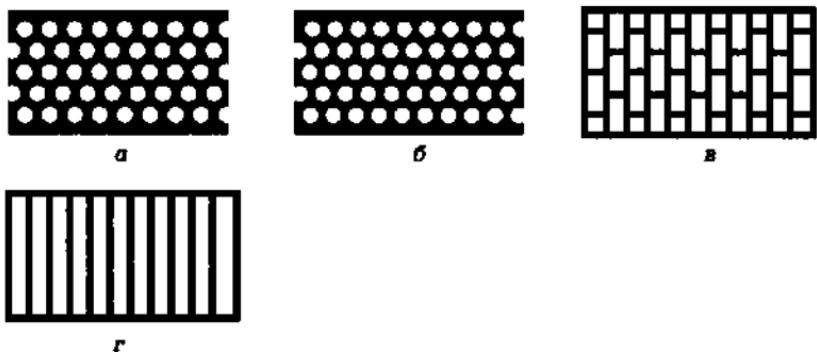

Рис. 4.4. Типы цветоделительных масок ЭЛТ:
В зависимости от расположения электронных пушек и конструкции цветоделительной маски (рис. 4.4) различают ЭЛТ четырех типов:
- ЭЛТ с теневой маской (*Shadow Mask*) (рис. 4.4, а) наиболее распространены в большинстве мониторов, производимых LG, Samsung, Viewsonic, Hitachi, Belinea, Panasonic, Daewoo, Nokia;
- ЭЛТ с улучшенной теневой маской (*EDP — Enhanced Dot Pitch*) (рис. 4.4, б);
- ЭЛТ со щелевой маской (*Slot Mask*) (рис. 4.4, в), в которой люминофорные элементы расположены в вертикальных
- ЭЛТ с апертурной решеткой из вертикальных линий (*Aperture Grill*) (рис. 4.4, г). Вместо точек с люминофорными элементами трех основных цветов апертурная решетка содержит серию нитей, состоящих из люминофорных элементов, выстроенных в виде вертикальных полос трех основных цветов. По этой технологии производятся трубы Sony и Mitsubishi.